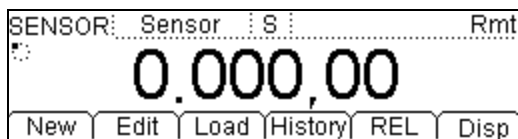

図 2-38 センサ測定画面
**Sensor** ボタンを押して、図 2-38 のようにセンサ測定画面を表示します。